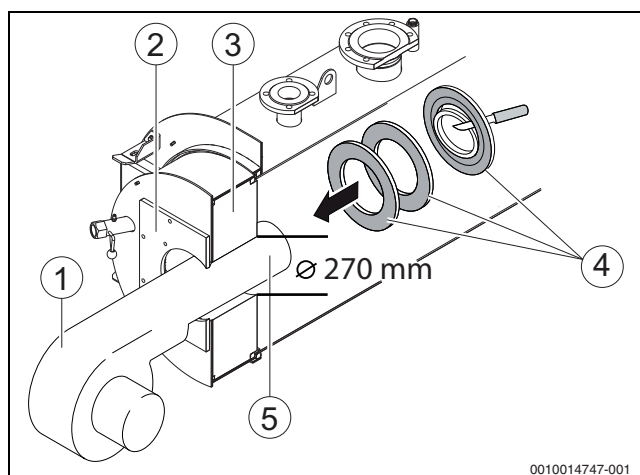

Рис. 18 Монтаж горелки
Если отверстие в тепловой защите двери топочной камеры увеличить, то изоляционные кольца из комплекта поставки (→ рис. 18, [4], стр. 25) не подойдут.
- ▶ Закрепите болтами горелку на пластине под горелку (→ рис. 18, [2], стр. 25).